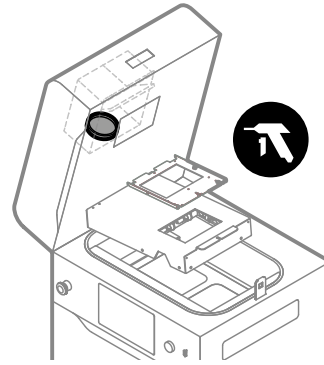

Abb. 12.44 Reinigung der F-Theta-Scanlinse.
12. Verwende Druckluft, um die Oberfläche der Linse zu reinigen (Abb. 12.44). Berühre das Objektiv nicht!